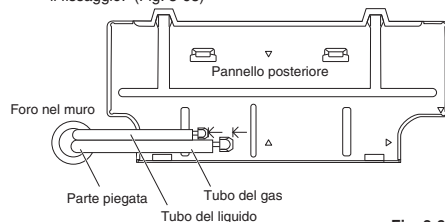

Fig. 3-63
- (1) Condurre la tubazione e il tubo di scarico attraverso il muro, lasciando una lunghezza sufficiente per il collegamento. Quindi piegare la tubazione con un piegatubi per effettuare il fissaggio. (Fig. 3-63)